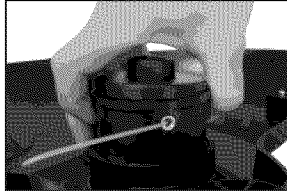

Figura 22 - Desbloqueo de la tapa del carrete
1. Presione las dos aletas de traba que sostienen la carcasa del carrete (vea la Figura 22).